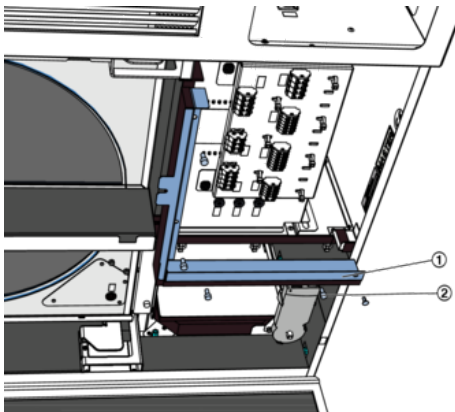

Abb. 72: Winkel demontieren
5. ▶ Am Winkel (*Abb. 72/1*) die 5 Schrauben (*Abb. 72/2*) lösen und Winkel herausnehmen.